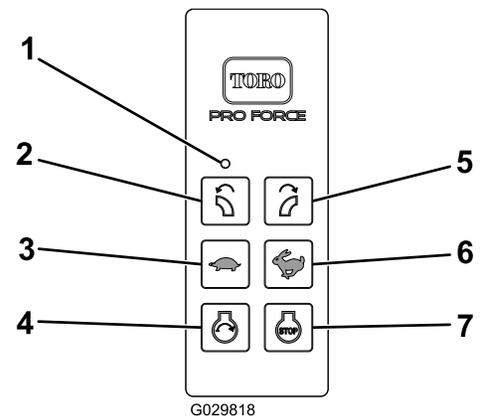

図 13
4. エンジンは、エンジン始動許可条件が整った状態で始動操作を行ったときのみ、始動できます。エンジン始動許可条件は、以下に述べる「エンジン始動許可手順」を実行したときのみ成立します 図 13